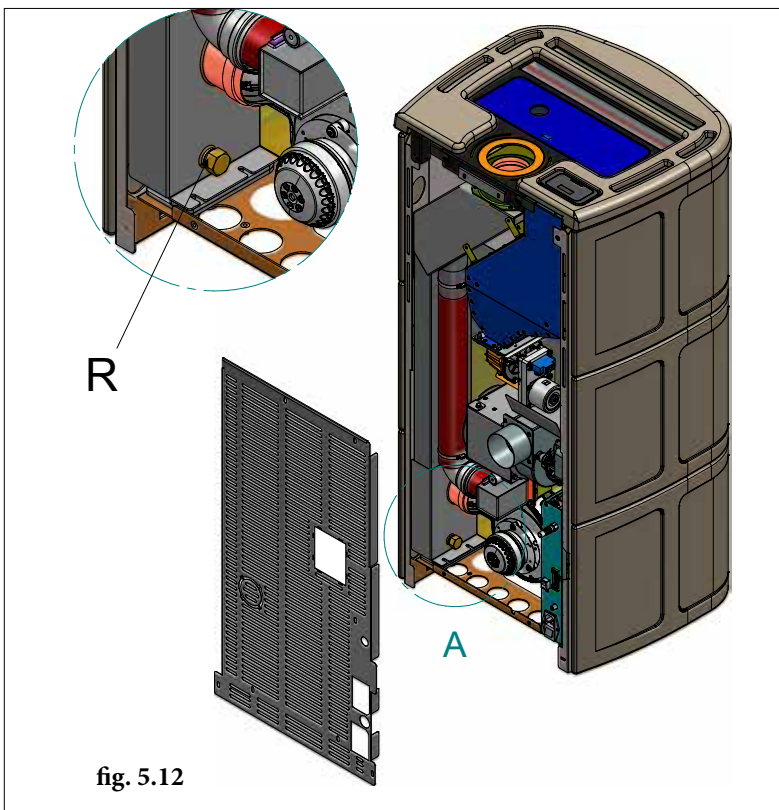

fig. 5.12
5.6.2 A livello di ulteriore misura di sicurezza è previsto un raccordo filettato con tappo di chiusura "R", al fine di collegare un tubo di scarico condensa nella remota improbabile eventualità dovesse essere necessario (Fig. 5.12).